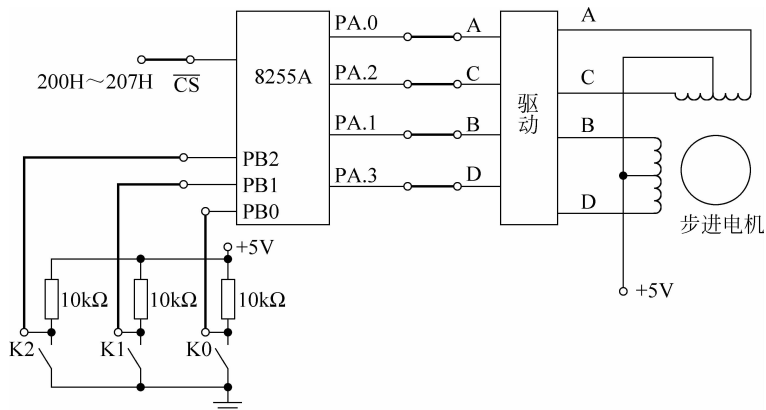

图 5-20 8255A 控制步进电机电路框图
(1) 项目电路连接：如图 5-20 所示的粗线表示在超想-3000TC 综合实验系统上要连接的线。连线说明如下：8255A 的片选 \overline{CS} 孔用导线接至译码处 200H~207H 插孔，8255A 的 PA0~PA3 用导线接至步进电机的 A、B、C 和 D，PB0~PB2 用导线接至开关 K0、K1 和 K2。
(2) 项目说明：步进电机驱动原理是通过对每相线圈中的电流的顺序切换来使电机做步进式旋转。切换是通过 8255A 输出脉冲信号来实现的。所以调节脉冲信号的频率便可以改变步进电机的转速，改变各相脉冲的先后顺序，可以改变电机的旋转方向。步进电机的转速应由慢到快逐步加速。
项目电路原理框图如图 5-20 所示。电路由 8255A 芯片、驱动和步进电机等组成。